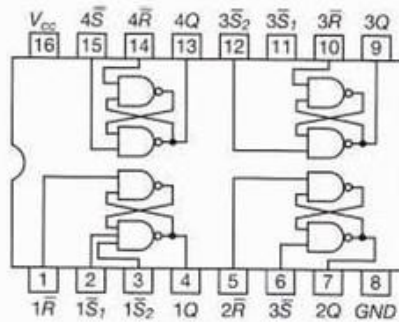

Fig. 14.21. Esquema interno de un 74279.
- El **74xx279** es un biestable realizado con puertas NAND. Su esquema interno es el siguiente (Fig. 14.21):